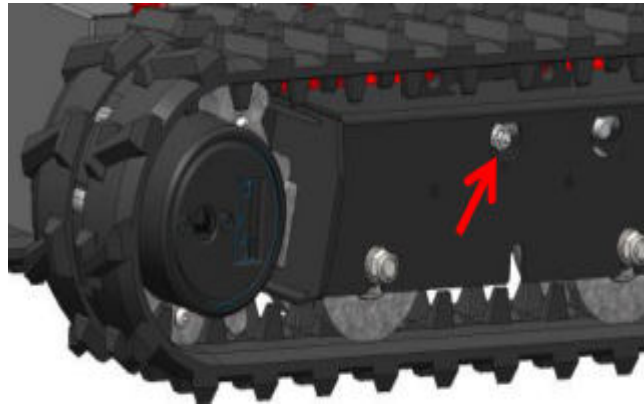

Abbildung 4.2 Raupenketten spannen.
9. Spannen Sie die Raupenkette, indem Sie eine Fettpresse an den Schmiernippel mittig am Raupenwerk ansetzen (siehe Abbildung 4.2) und Fett pumpen, bis die Fettpresse keinen Widerstand mehr bietet. Die Raupenkette dürfen nicht zu straff gespannt sein.